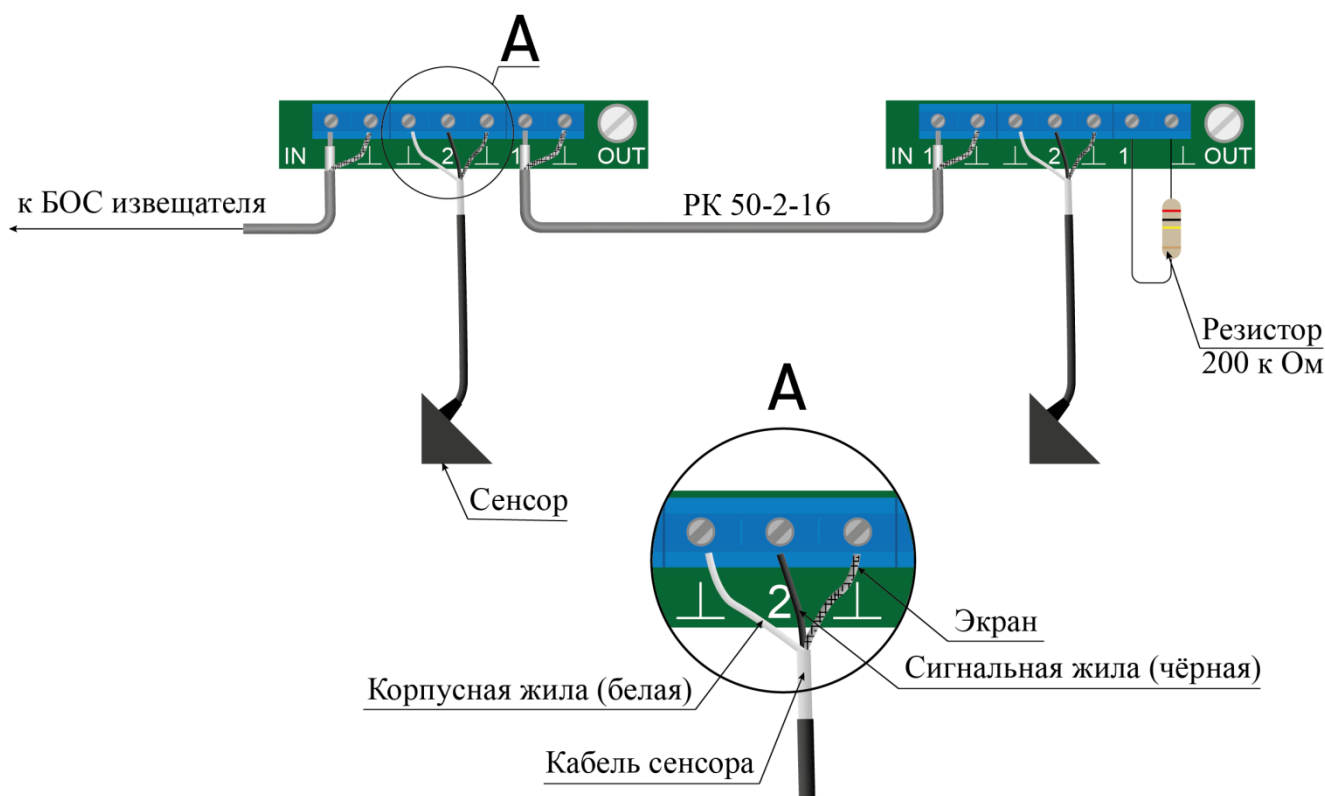

Рисунок 3.4
– центральную жилу кабеля соединительного РК 50-2-16, предназначенного для подключения к входу БОС, подключить к клемме «1 In», а экранирующую оплетку - к клемме « $\perp$ » (рисунок 3.4);
– подключить сигнальную жилу кабеля сенсора (изоляция чёрного цвета) к клемме «2», вторую жилу (изоляция белого цвета) и экран кабеля сенсора подключить к двум крайним клеммам «1» (рисунок 3.4);
– центральную жилу кабеля соединительного РК, предназначенного для подключения к следующему РЧС-Т, подключить к клемме «1 Out», а экранирующую оплетку - к клемме «1» (рисунок 3.4);